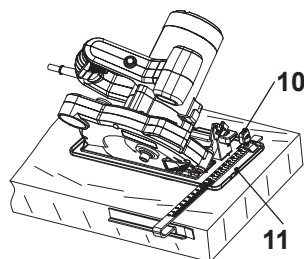

Fig. 12
1. Ajustar o ângulo de corte necessário; assegurar-se de que o botão de fixação do ângulo do bisel (10) está devidamente apertado.
3. Colocar a placa base (11) plana sobre a peça de trabalho e empurrar o produto para a frente numa velocidade uniforme (Fig. 12).